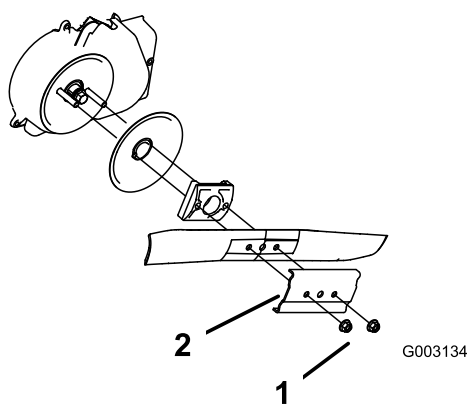

Figura 30
3. Togliete i due dadi della lama ed il rinforzo (Figura 30).
4. Togliete la lama (Figura 30).
5. Montate la lama nuova (Figura 30).